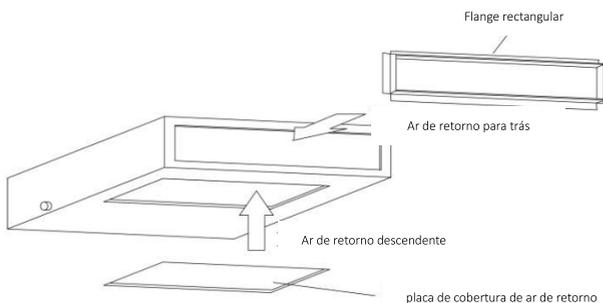

Fig.11
- a) O local de instalação padrão da flange rectangular é na parte traseira e a placa de cobertura do ar de retorno está na parte inferior, conforme mostrado na Fig.11